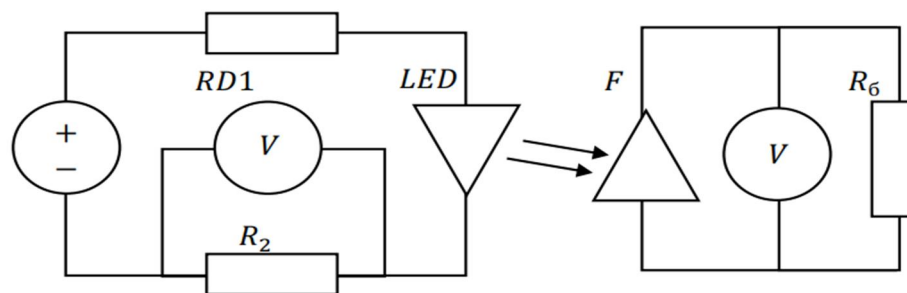

Рисунок 8.3 – Схема исследования яркости светодиодов
2. В работе исследуются четыре светодиода – красного, желтого, зеленого и синего цветов, причем собственно светодиод ( $LED$ ) и защитный резистор  $RD1$  размещены в каждом случае на одной плате. Собрать с красным светодиодом схему, изображенную на рис. 8.3 (положительный вывод светодиода (красный) подключается к источнику питания).
1. Цель работы, схемы измерений (рис. 8.3).